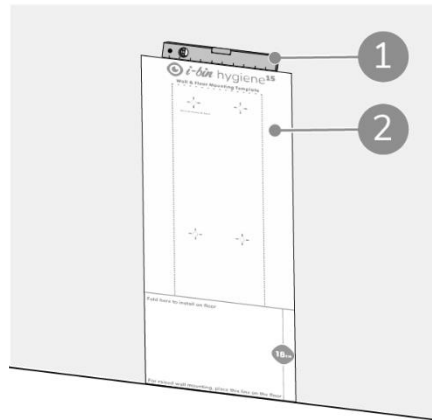

Figura 12
Coloque o gabarito (pos. 2, Figura 12) com a parte inferior no chão. Verifique com um nível de água (pos. 1, Figura 12) se o gabarito está exatamente na horizontal.